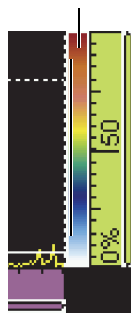

Figura 6-16 Paleta de colores en el lado derecho del A-scan
1. Pulse y mantenga presionada la paleta de colores de amplitud (véase la Figura 6-16 en la página 194) y, después, seleccione **Cargar**.
Es posible visualizar la escala de la paleta de colores al lado derecho de la representación A-scan. Véase la Figura 6-16 en la página 194.